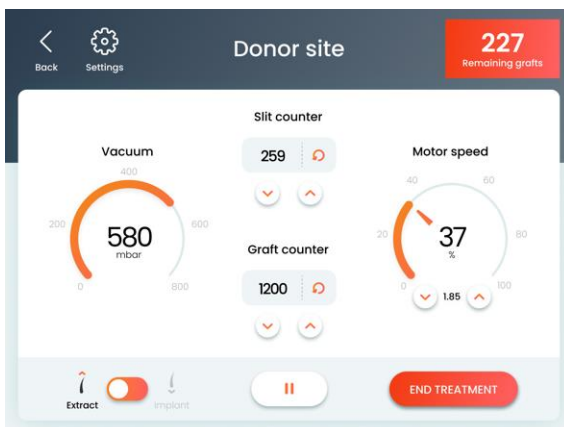

Figura 5-10. Pantalla de tratamiento en área donante (en estado iniciado)
- El indicador de vacío muestra el nivel de vacío, como se muestra en la Figura 5-10.